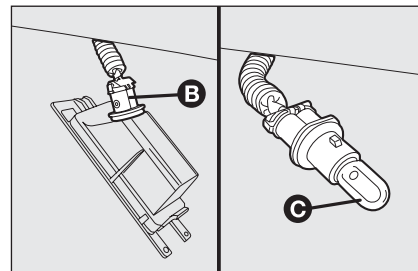

fig. 34
- tourner la douille **B**-fig. 34 dans le sens contraire des aiguilles d'une montre, puis enlever l'ampoule **C**.